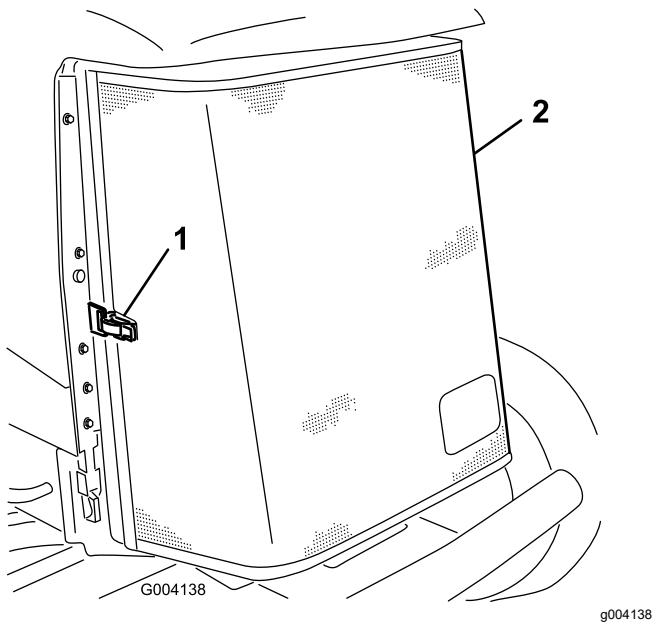

Bild 85
3. Entriegeln Sie den Riegel und drehen Sie das hintere Gitter auf (Bild 85).